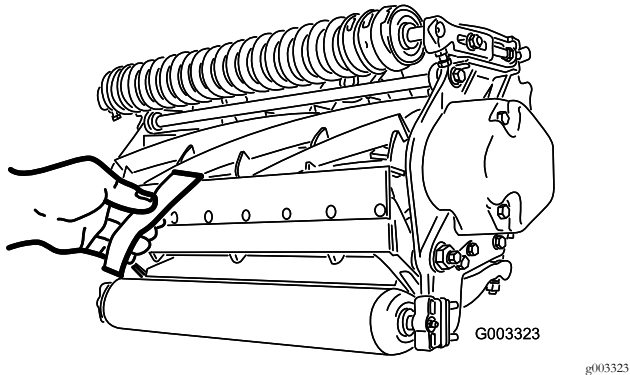

图12
- 在滚刀与底刀间插入一长条剪切性能纸Toro 零件号 125-5610 纸要与底刀垂直检测剪切性能图12。缓慢向前旋转滚刀滚刀应剪切检测纸。